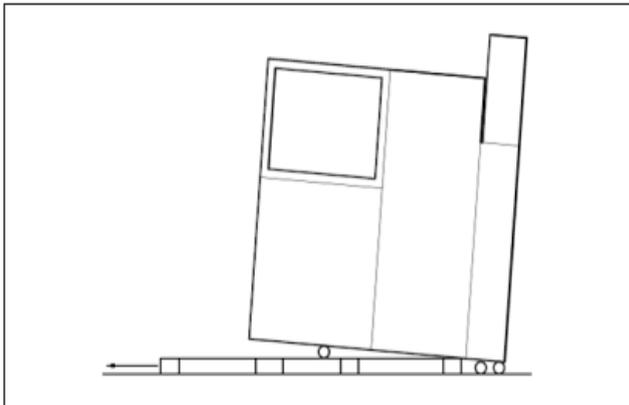

Fig. 17c: Remoção do painel do palete de madeira
- Para descarregar o palete, mova o compartimento para a frente ou para trás no palete até que o painel possa ser inclinado e insira uma almofada de rolamento adicional (Fig. 17c).